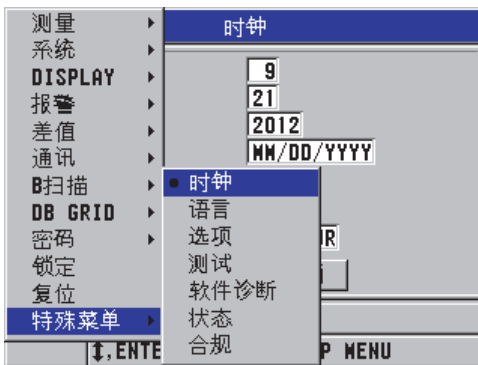

图 4-2 特殊菜单屏幕
2. 在**特殊菜单**中, 选择**时钟** (参见第 53 页的图 4-2)。